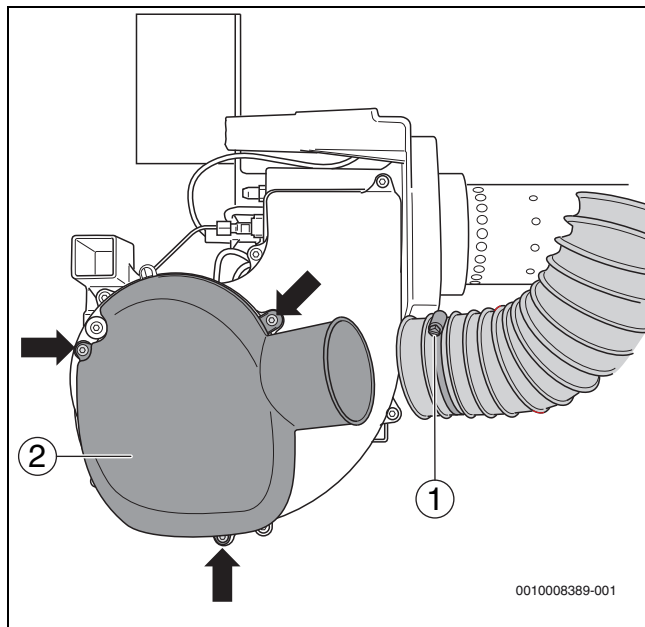
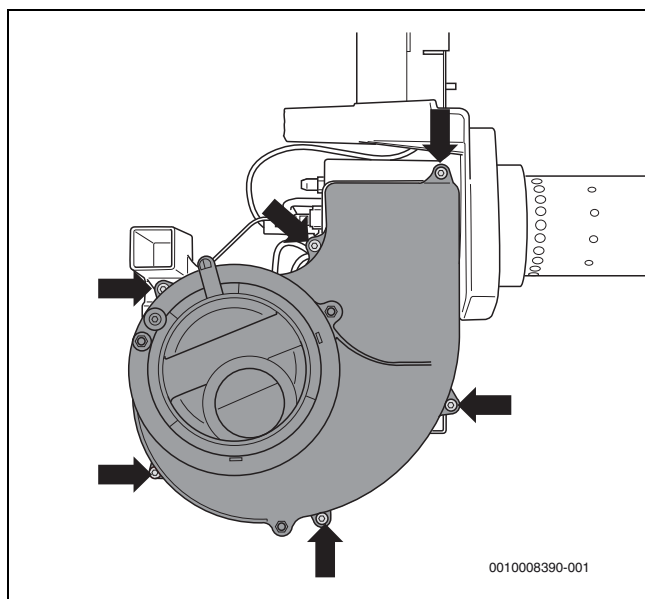

Fig. 31 Démonter le piège à son
Fig. 32 Démonter la turbine du couvercle du ventilateur
- Desserrer le collier de serrage spécial (→ fig. 31, [1]) de l'alimentation en air de combustion des systèmes indépendants de l'air ambiant.
- Desserrer les vis de fixation (→ fig. 31, [flèches]) et retirer le piège à son (→ fig. 31, [2]).
- Desserrer les six vis de fixation (→ fig. 32, [flèches]) et retirer le capot de la turbine du ventilateur.
- Refixer le capot de la turbine du ventilateur (→ fig. 32, page 21) ainsi que le piège à son (→ fig. 31, page 21).
- Desserrer le collier de serrage spécial (→fig. 31, [1], page 21) et retirer le tuyau d'aspiration (pour 18–49 kW uniquement).